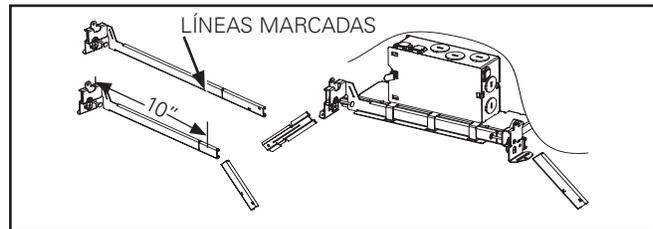

Figura 5.
- El grosor máximo del techo es de 2 pulgadas, instalado con el collar del bastidor con revocado apropiado. Para el espaciamiento de 10 pulgadas, la barra para colgar puede acortarse seccionándola en las líneas marcadas (Figura 5.).